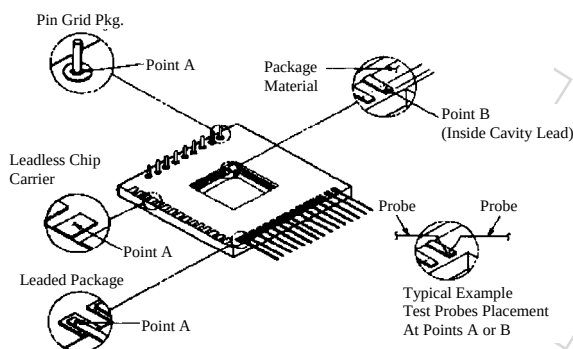
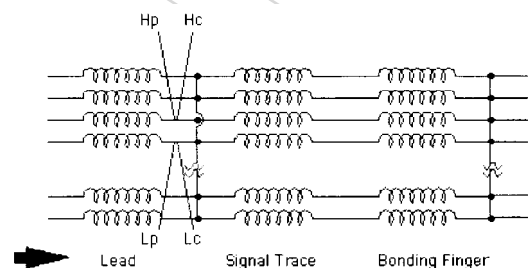

図 1
図 2
2 つのプロブで導体路またはパッドを接続できない(図 1 のポイント A)ファインピッチパッケージにこの試験方法を用いることは実用的でない。
5.1 (パッケージ)の内部インダクタンス(internal inductance (of packages)) — 外側リードのショルダー部または中央から始まり(図 1 のポイントA),リードのキャビティ側のリード端で終わる(図 1 のポイントB)信号経路で構成された回路のインダクタンス。戻り経路は、ほかのすべての導体路(同じ電気ポテンシャルのターゲット導体路を除く)を締結することによりつくられる。ターゲット導体路は、ボンディングフィンガーで戻り経路に締結される(図 2 参照)。